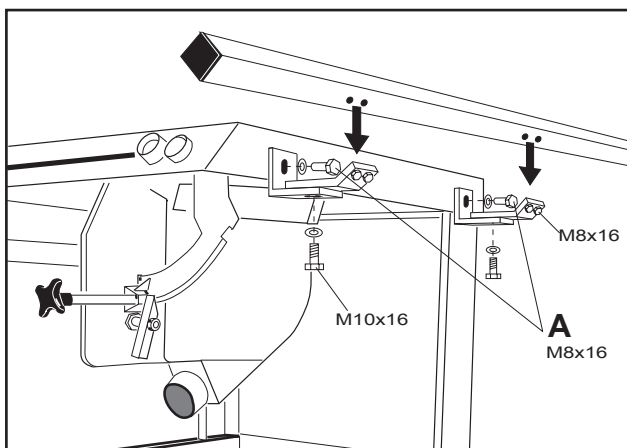

Fig. 1
- Kontroller at spaltekniiven sitter riktig montert (fig. 1).
- Fest brakettene for styreskinnen til sagen. Alle skruer festes løst. (fig. 1)
- Juster høyden på rulleanlegget i plan med svingskiven på sagen med skruene **A** (fig.1).